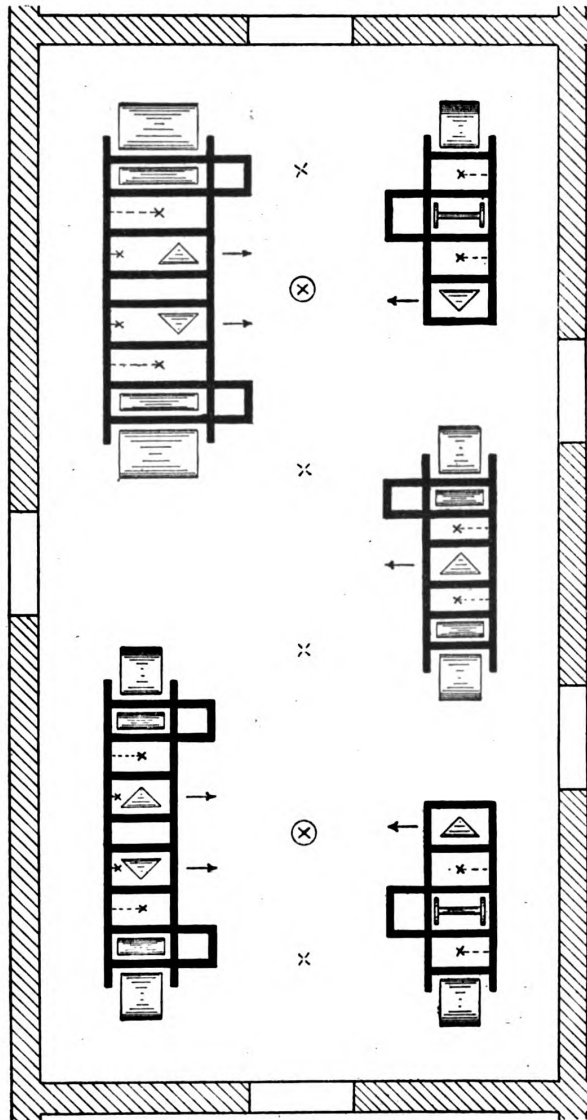

Abbildung 25. Elektrische Beleuchtung eines Maschinensalles
kurz eingegangen werden. In den meisten Fällen ist die Bogenlampenbeleuchtung allein aus naheliegenden Gründen nicht ausreichend. Um nämlich eine Maschine in allen ihren Bewegungen und Funktionen jederzeit genau verfolgen zu können, muß dafür gesorgt werden, daß auch innerhalb der Presse eine gute Beleuchtung herrscht. Diese Bedingung läßt sich durch Anbringung einiger Glühlampen in einfachster Weise erfüllen, und zwar richtet sich deren Anzahl nach der Größe und Bauart der Pressen. In den meisten Fällen dürften 2 bis 4 Lampen vollkommen ausreichend sein. Bei Zwillings-Rotationsmaschinen mit zwei getrennten Falzapparaten und Ausgängen, nach welchem Prinzip sowohl die 32 als auch die 64 Kolumnen-Maschinen gebaut werden, sind mindestens 4 Lampen erforderlich, deren Verteilung am besten so geschieht, daß für jeden Falzbau und für jedes Druckwerk je eine Lampe vorgesehen wird (vergleiche Abbildung 25). Hierbei empfiehlt es sich, die beiden ersten, während des Betriebs stets brennenden Lampen als *feste* Lampen (vergleiche Abbildung 26) und die beiden andern als *bewegliche* Lampen (vergleiche Abbildung 27) ausführen zu lassen. Durch Anwendung von *Steckkontakten* wird außerdem erreicht, daß diese transportablen Lampen je nach Bedarf an verschiedenen Stellen angeschlossen werden können, womit gleichzeitig der Vorteil verbunden ist, daß die Leitungsschnüre nicht zu lang ausfallen.
Bei Behandlung der Frage über die Platzierung von Pressen ist in erster Linie auf die Gesamtbedienung der Maschinen, wozu namentlich auch der Papierrollentransport sowie die Expedition der Zeitungen gehört, entsprechende Rücksicht zu nehmen. In welcher Weise sich diese Bedingung erfüllen läßt, möge aus *Abbildung 25* erkannt werden. Die 16 Kolumnen-Maschine kommt zwischen die beiden 4 Kolumnen-Maschinen, während die doppelbreite Zweirollen- und die einfachbreite Vierrollenmaschine (beide für 32 Seiten — eine doppelbreite Vierrollenmaschine würde 64seitige Zeitungen liefern —) die andre Hälfte des Saales beanspruchen. Der sowohl zwischen den einzelnen Pressen, als auch zwischen diesen und der Wand noch freibleibende Raum ist dabei so reichlich, daß die Bedienung in keiner Weise beeinträchtigt wird. Jede andre Aufstellung der Pressen würde, falls nicht Sonderwünsche zu berücksichtigen sind, mehr oder weniger Nachteile zur Folge haben.
Was nun die Beleuchtung des Saales betrifft, so ist bei der gewählten Anordnung der Maschinen die in dem erwähnten Beispiel bereits ausgerechnete Bogenlampenzahl (2) vollkommen ausreichend (in *Abbildung 25* durch
lassen, welche in Abbildung 25 symmetrisch zu den beiden Bogenlampen angeordnet sind. Diese Lampen sollen gleichzeitig als Notbeleuchtung dienen und müssen daher von den übrigen Glühlampen vollkommen getrennte und von der betreffenden Schalttafel abzweigende Zuleitungen erhalten.